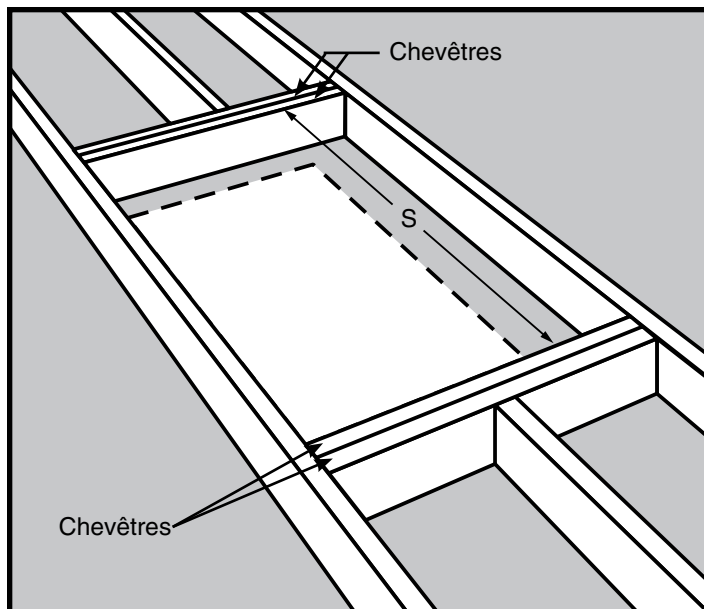

Figure 17
Étape 1. Mesurez la longueur de tirant "S" entre les chevêtres (Voir la Figure 17).
Notez qu'un seul tirant est nécessaire en Figure 17 parce que la solive de plafond constitue un côté de l'encadrement.